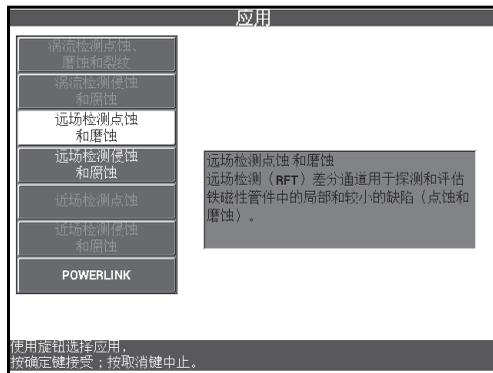

图 5-193 远场检测点蚀和磨蚀的应用
2. 选择**继续**（按功能键 A），然后使用旋钮选择**远场检测点蚀和磨蚀**，然后按确定键（）接受（参见第 247 页的图 5-193）。